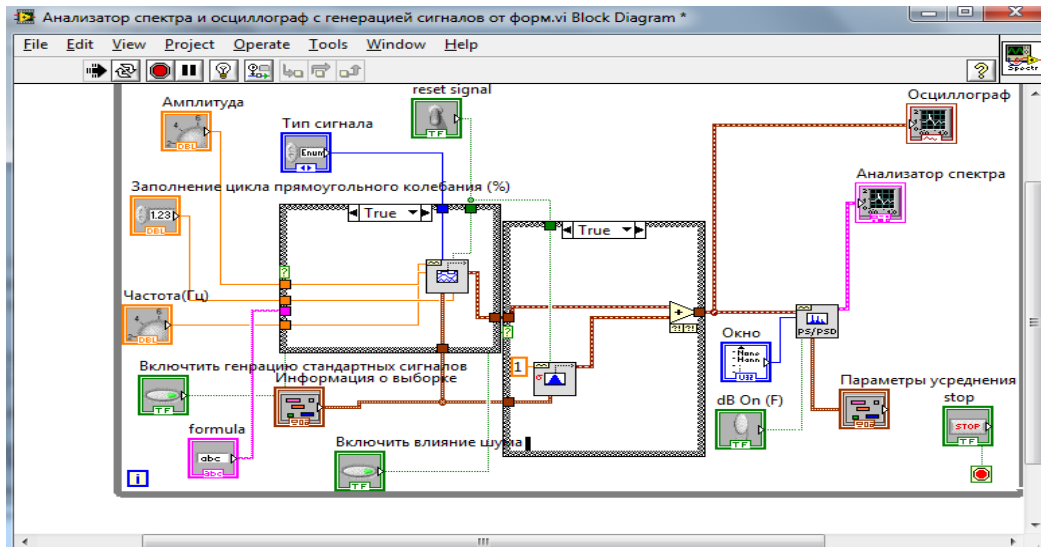
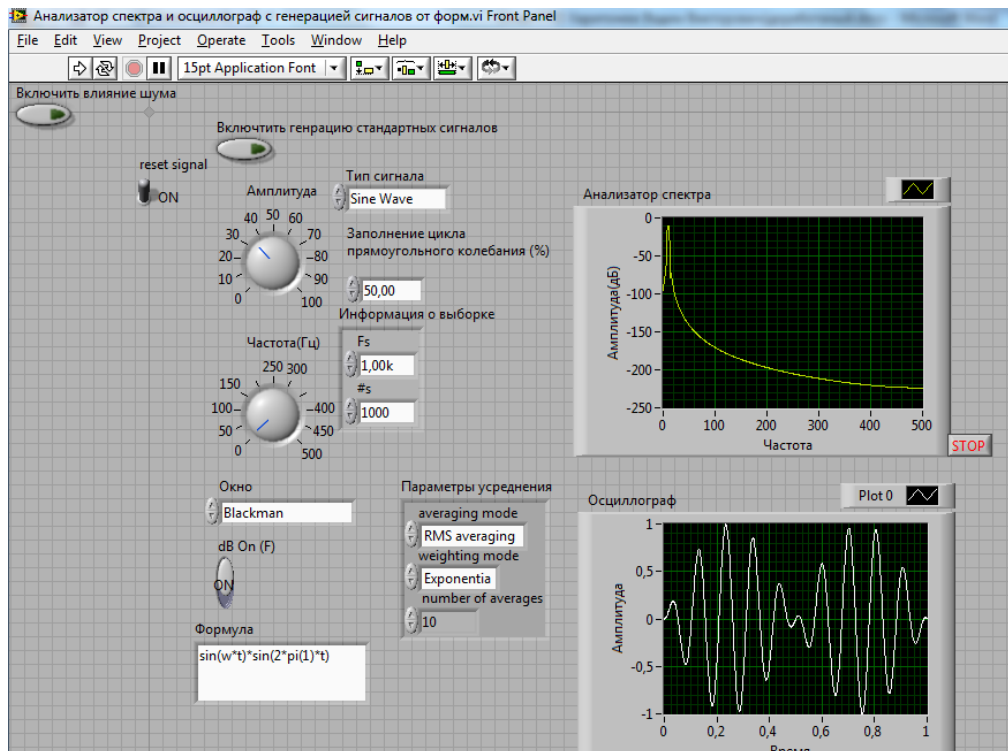

Рис.16. Итоговый вид блок-схемы при положении переключателей
Рис.18. Вид лицевой панели
Итоговый вид схемы можно увидеть на рис. 16 и 17, а лицевой панели на рис. 18.
*Окно* – Выбор одного из оконных преобразований Фурье. Доступные окна приведены на Рис.18.